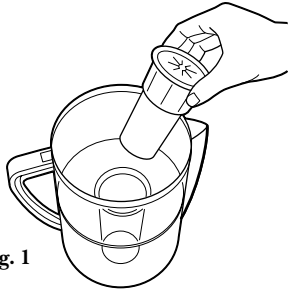

Fig. 1
3. Montez le pot conformément aux figures 1 à 3. Placez le réservoir dans le pot, puis poussez fort la cartouche de filtre dans le réservoir pour créer un bon joint.